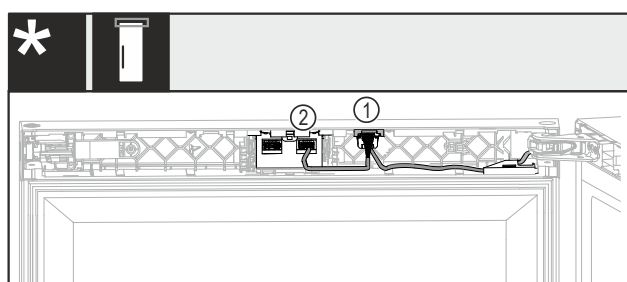

Fig. 32 Bez zámku nebo s mechanickým zámkem
- Zasuňte zástrčku s oběma kabely Fig. 32 (1) do vedení.
- Zaaretujte zástrčku s kabelem Fig. 32 (2) v pravém uložení.